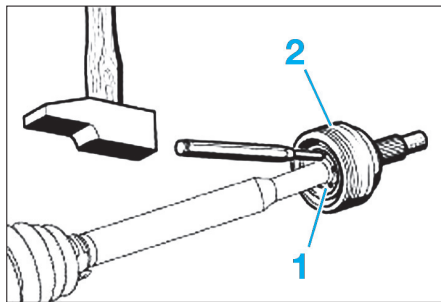

Fig. 5
- A l'aide d'un chasse-goupille et d'un marteau, frapper sur le moyeu à bille (1) afin de désolidariser le joint homocinétique (2) de l'arbre de transmission (Fig.5).